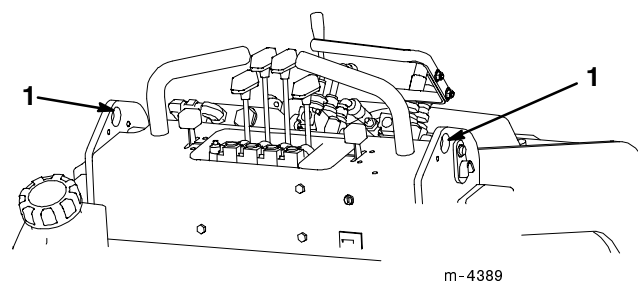

Figure 17
2. Soulever l'unité de traction en utilisant les deux points de levage prévus (Fig. 17), et la charger sur une remorque.